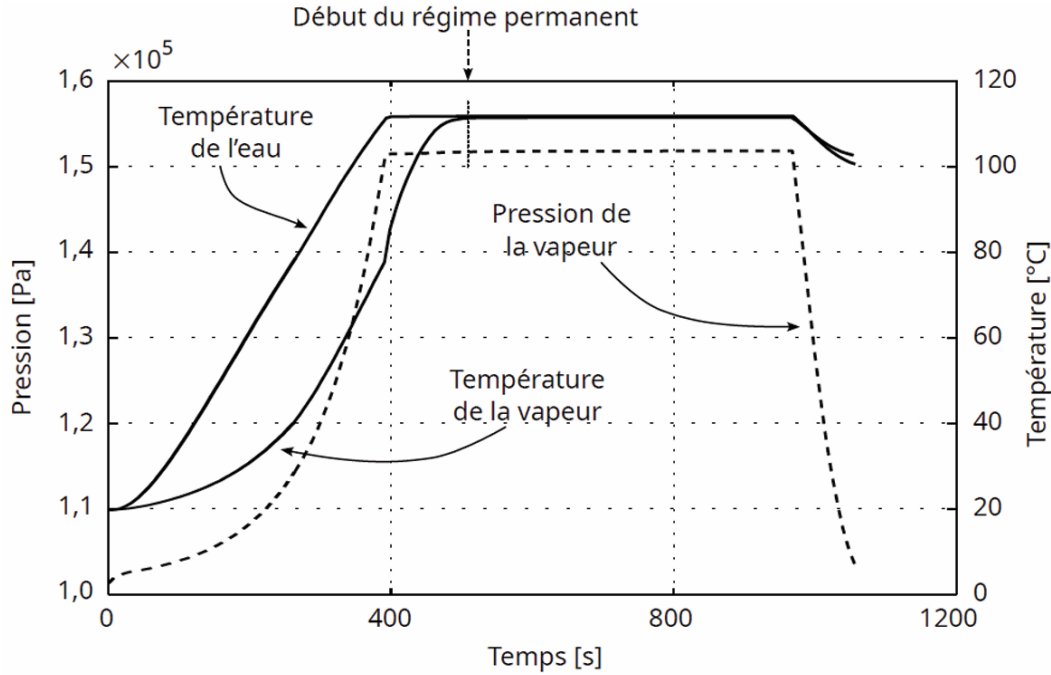

Figure 5 - Mesure de températures et de pression dans l'autocuiseur
Des capteurs placés dans l'autocuiseur permettent d'enregistrer la température de l'eau, la température de la phase vapeur ainsi que la pression de la phase vapeur au cours du temps (Figure 5 du sujet original).
3. Cette durée est-elle compatible avec les données expérimentales (Figure 5) ?